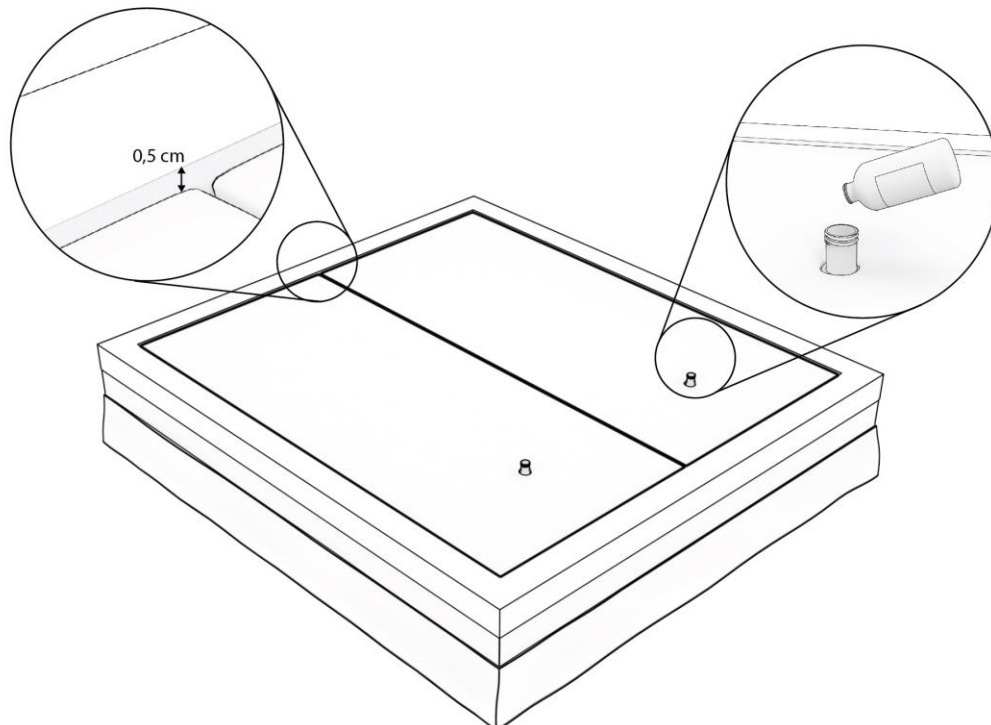

Abbildung 12: Wassermatratze bis 0,5 cm unterhalb des Schaumstoffrandes gefüllt und in beiden Matratzen Konditionierer hinzugefügt.
- ❗ **Achtung:** Nachdem Sie die Matratze(n) gefüllt haben, müssen Sie den Wasserbett Konditionierer hinzufügen. Siehe Abbildung 12.
- ❗ **Achtung:** Achten Sie beim Füllen darauf, dass alle Falten und Knicke in der Matratze zu den Ecken hin geglättet bzw. gedehnt werden, wie in Abbildung 12 dargestellt.
- ❗ **Achtung:** Wenn Sie Ihr Bett zum ersten Mal füllen, ist es ratsam, die Matratze bis etwa 0,5 cm unter den Schaumstoffrand zu füllen. Siehe Abbildung 12.